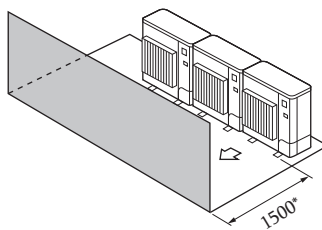

Fig. 2-15
- ③ Շրջապատող իրեր՝ միայն առջևից (Fig. 2-15)